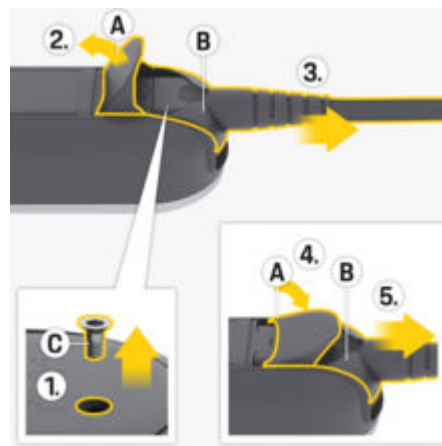

Рис. 103 Отсоединение сетевого кабеля
- 1. Выкрутите винт **С** (Рис. 103) с помощью подходящего инструмента.
- 2. Полностью откройте крышку **А** (Рис. 103).
- 3. Вытяните штекер **В** (Рис. 103) до первого сопротивления.
- 4. Закройте крышку **А** (Рис. 103) прим. до 15 градусов (крышка должна опираться на штекер **В** (Рис. 103)).
- 5. Полностью извлеките штекер **В** (Рис. 103).